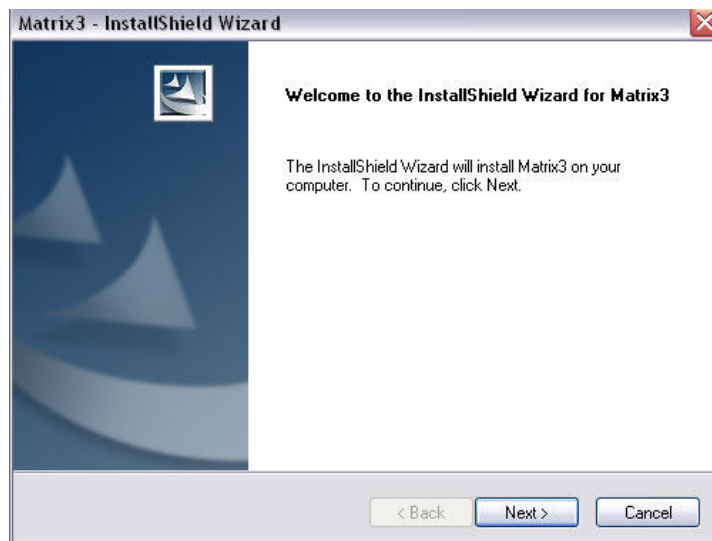

FIG. 7
8. Klik op VOLGENDE om door te gaan met de software-installatie en over te gaan naar de InstallShield Wizard voor Matrix3 (FIG. 7). Klik op VORIGE om terug te keren naar een vorig installatiescherm of op ANNULEREN om de installatie van de software te beëindigen.
9. Klik op VOLGENDE. De InstallShield Wizard voor Matrix3 begint de installatie (FIG. 7).